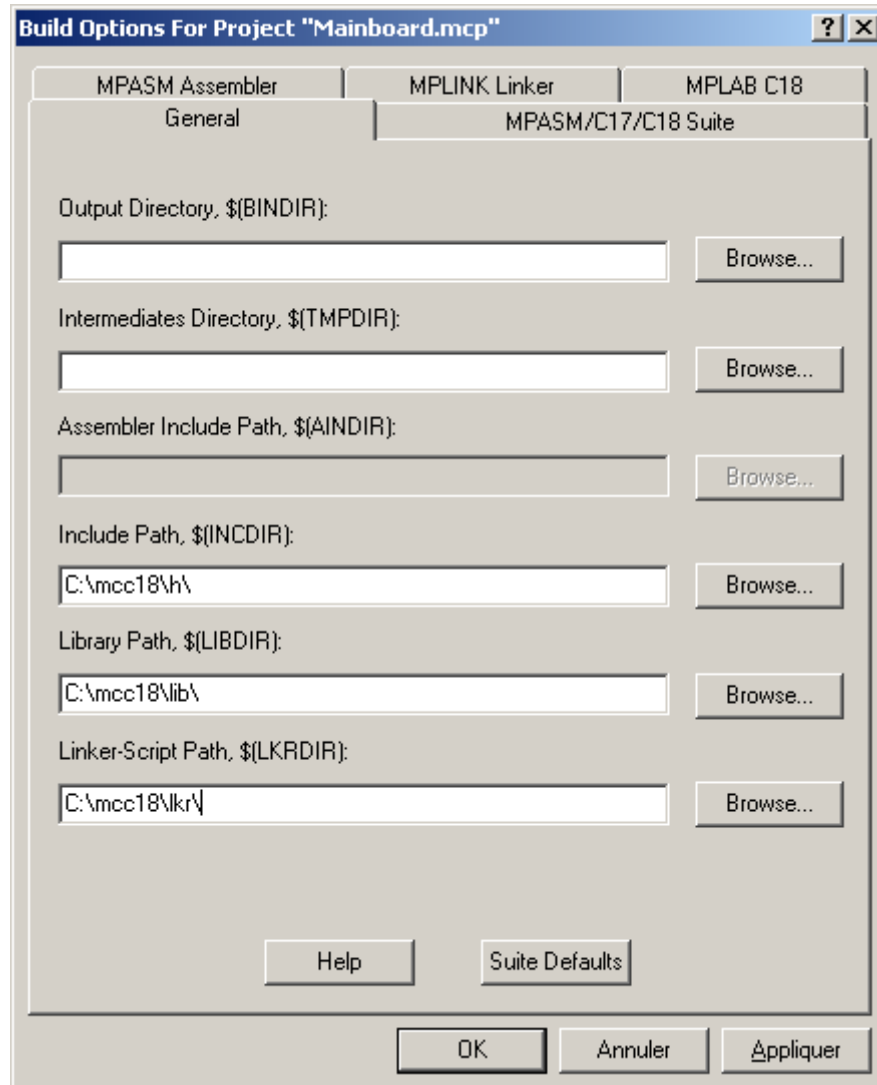

FIGURE 34 – Fenêtre « Build Options » du projet
3. Dans l'onglet « General », renseignez les champs suivant, comme illustré figure 34 :